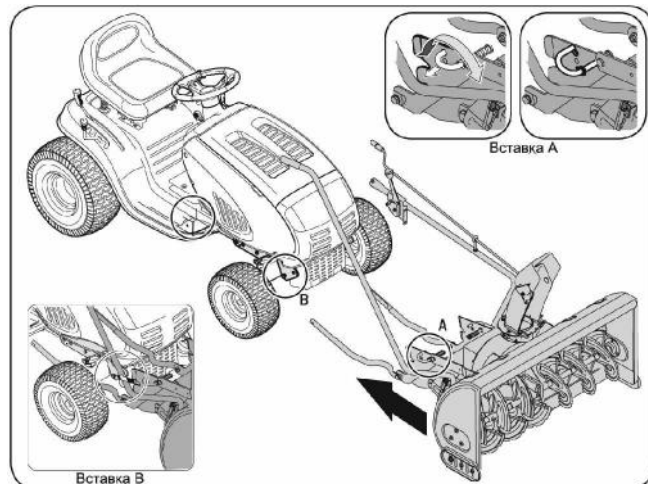

Рис. 27.
2. Извлеките фиксатор в виде дужки замка из правого кронштейна подъема снегоуборщика и оставьте его в положении «ОТКЛЮЧЕНО» (OUT). См. вставку А на Рис.27.
5. С помощью помощника поднимите снегозаборник и, двигая его назад, наденьте крюки, расположенные сзади, на фиксирующие болты с буртиками с левой и правой стороны передних кронштейнов трактора. См. вставку В на Рис. 27.